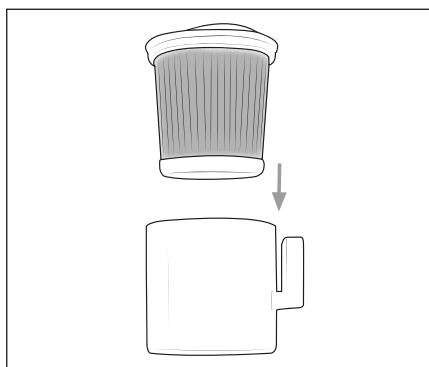

Fig. 20
- 7) Coloque o filtro HEPA ④ no recipiente do filtro HEPA ⑤ (ver fig. 20).